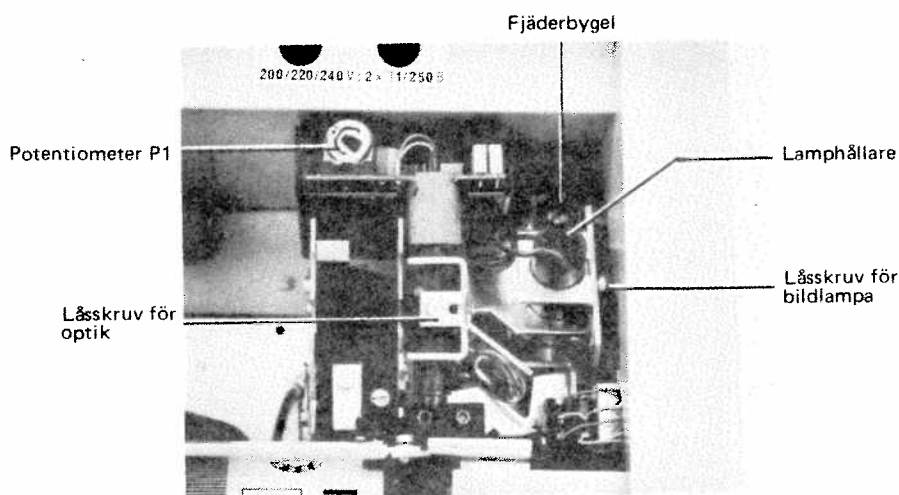

Bild 10. Byte och inställning av bildlampan
- Lossa optikenhetens skruv, se bild 10.
- Skruva fast bildlampans låsskruv, se bild 10.
- Ställ in potentiometern P1 för minsta utslag på voltmetern, se bild 10.
Kontrollera med en lupp med fem till tio gångers förstoring att bländaröppningen avtecknar sig skarpt. Vid riktig inställning ska samtidigt strukturen på papperet avteckna sig skarpt. Lossa i annat fall fästskruven och förflytta optiktuben i steg om en tiondels millimeter tills pappersstrukturen avtecknar sig skarpt, se bild 10.